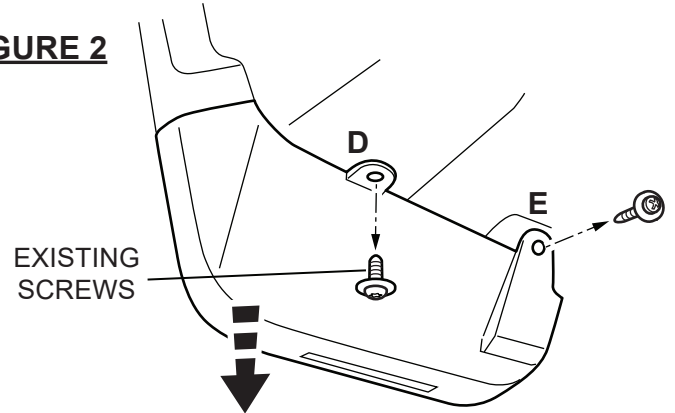

FIGURE 3
5. Place splash guard to vehicle taking care to align the outboard tab with the inner wheel flare slot. Reinstall screws at locations (A), (B) and (C). Hand tighten only. **See figure 3.**
7. Press splash guard flush against vehicle to remove any gaps and tighten all screws to a **max torque of 3.0 N m.** **See figures 3 and 4.**
5. Placer la bavette garde-boue sur le véhicule en prenant soin d'aligner la languette extérieure avec la fente d'élargisseur de roue intérieure. Reposer les vis aux emplacements (A), (B) et (C). Serrer à la main seulement. **Voir la figure 3.**
7. Presser la bavette garde-boue contre le véhicule pour éliminer tous les espaces, puis serrer toutes les vis au **couple maximal de 3,0 Nm. Voir les figures 3 et 4.**